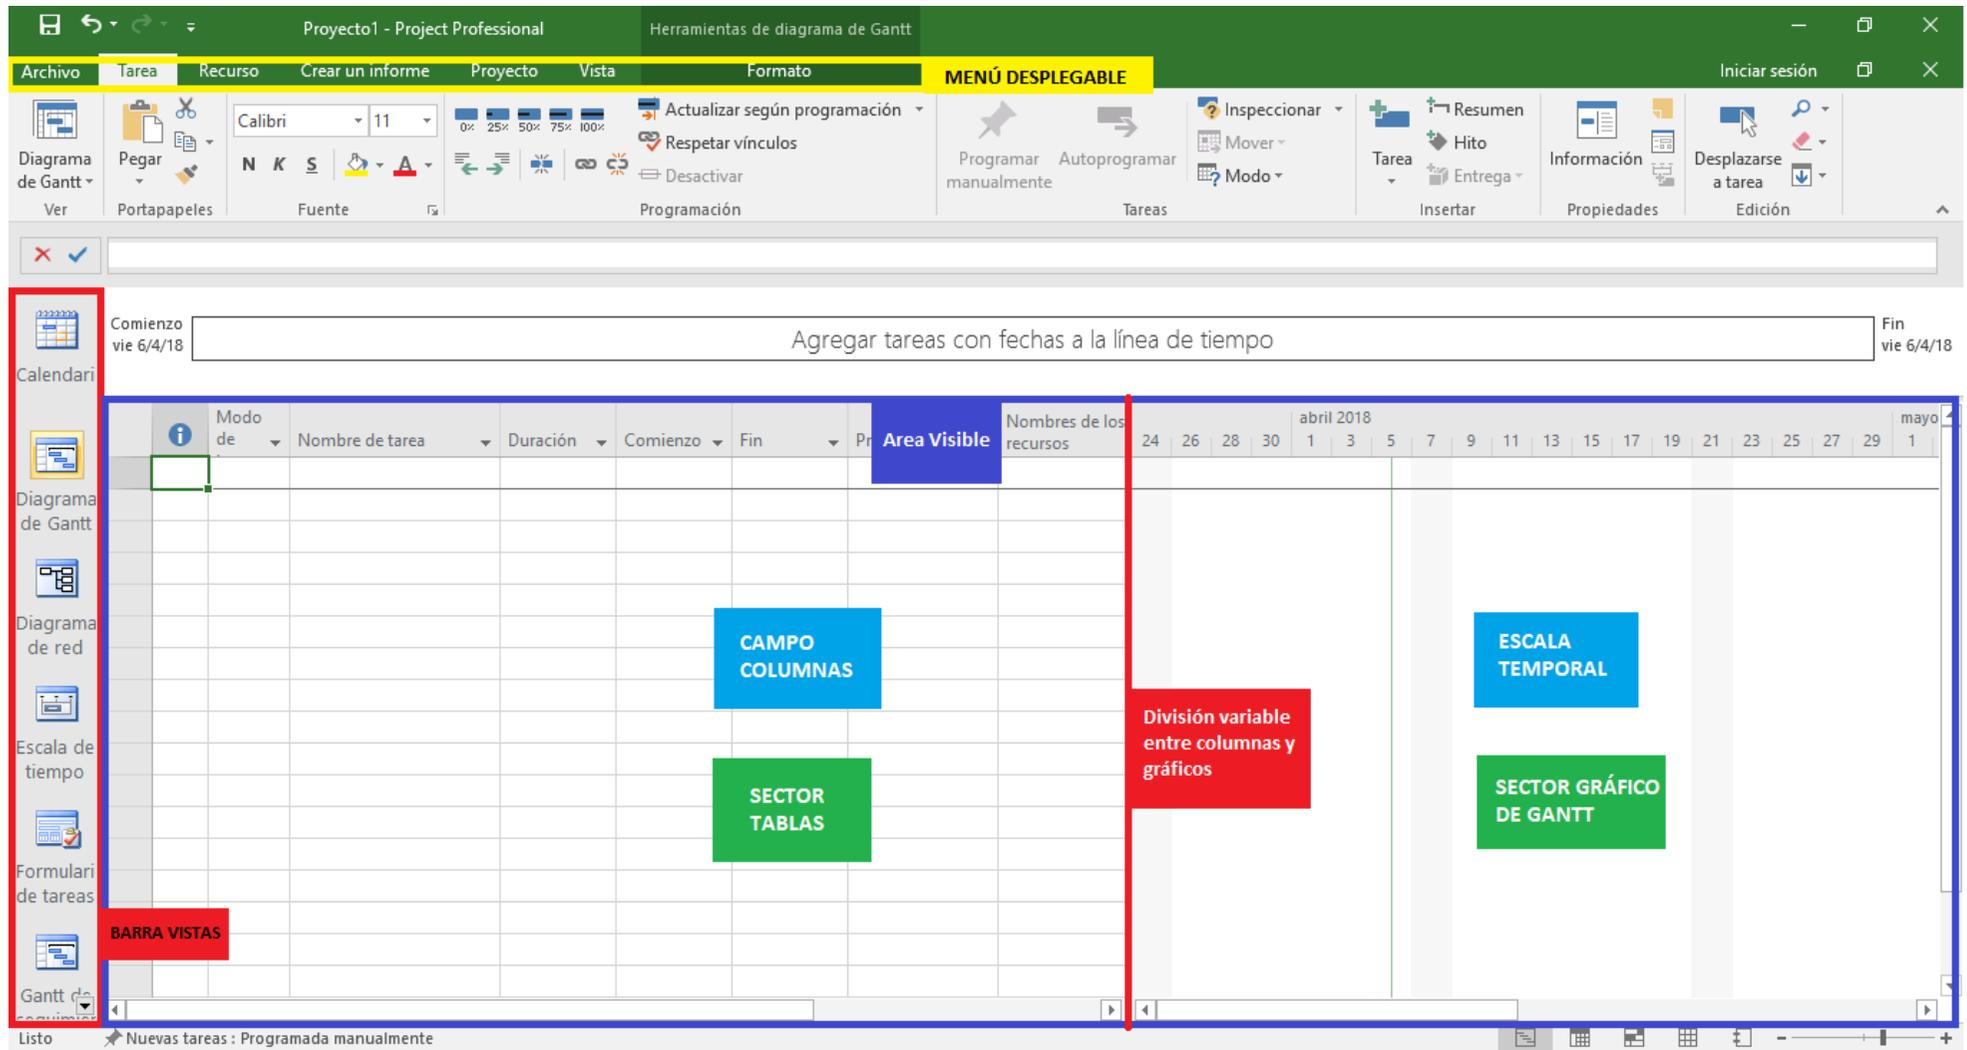

Ilustración 1.2. Entorno de MS Project 2016®
En el presente manual nos referiremos al entorno de MS Project 2016®. Antes de iniciar el trabajo con el software, aconsejamos que se familiarice con el entorno del mismo el cual encontrará muy similar al resto de las herramientas de MS Office 2013 y 2016, sobre todo por el “menú tipo cinta” o “Ribbon” donde se encuentran todos los comandos agrupados de una manera lógica de manera de facilitar el trabajo de los usuarios. Ver Ilustración 1.2. Entorno de MS Project 2016®
4. Ilustración 1.2. Entorno de MS Project 2016®.